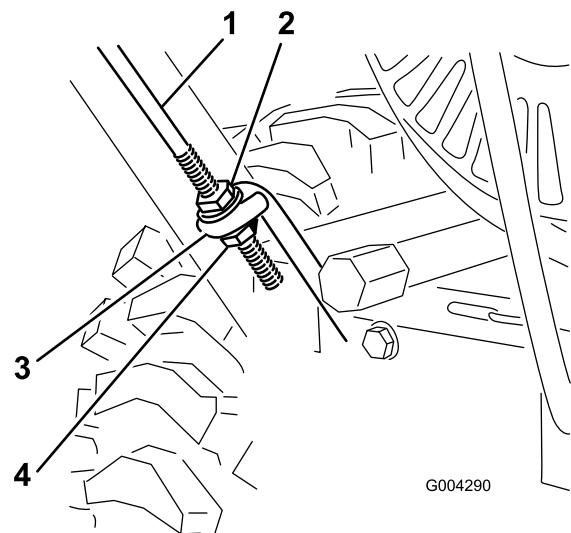

Bild 4
4. Legen Sie die linke Seite des Griffs seitlich neben die Maschine und führen Sie das Ende der Fahrtriebsstange durch die Öse der unteren Fahrtriebsstange (Bild 4).
3. Schrauben Sie eine Bundmutter (nicht die Bundsicherungsmutter) mit dem Bund nach unten auf die Fahrtriebsstange links am Griff (Bild 4).
1. Drehen Sie eine Sicherungs-Bundmutter (Bundseite nach oben) auf die Unterseite der Fahrtriebsstange unter der Öse in der unteren Fahrtriebsstange ein (Bild 4).